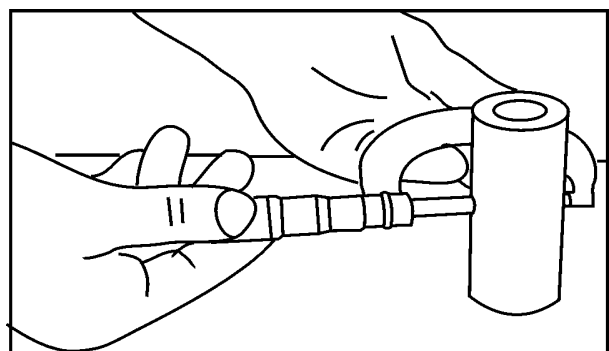

FIG 5
4. Meça o diâmetro do pino do pistão com o micrômetro, **Fig. 5**, 34,920 a 34,925 mm.